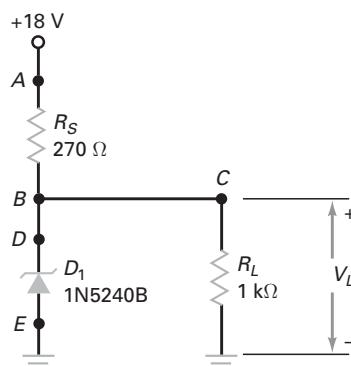

Figura 5-48 Verificação de defeito.
A tabela de verificação de defeitos mostrada na Figura 5-48 lista os valores de tensão em cada ponto respectivo do circuito e a condição do diodo D_1 para os defeitos de T_1 a T_8 . A primeira linha mostra os valores da condição normal de funcionamento do circuito.
- 5-36** Encontre os defeitos 1 a 4 na Figura 5-48.
- 5-37** Encontre os defeitos 5 a 8 na Figura 5-48.